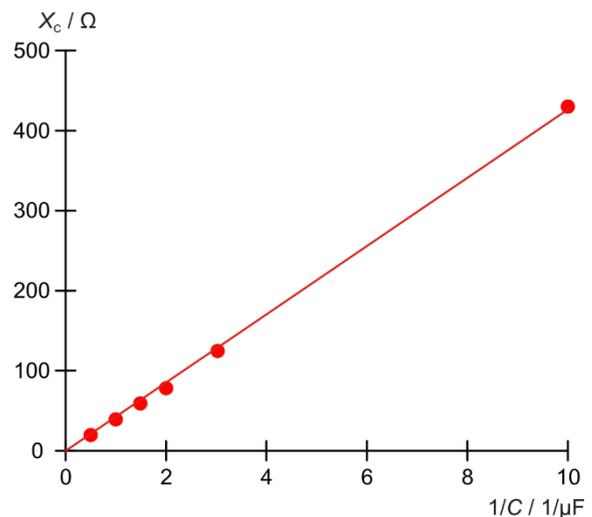
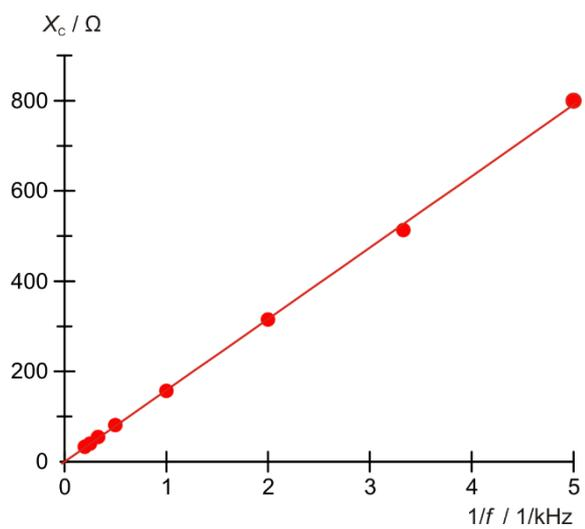

Fig. 4: Resistência capacitiva  $X_C$  como função do valor inverso da capacidade  $C$ .
Fig. 5: Resistência capacitiva  $X_c$  como função do valor inverso da frequência  $f$ .
- Aplicar as resistências capacitivas  $X_C$  contra os valores inversos da capacidade (Tab. 1, Fig. 4) e a frequência (Tab. 2, Fig. 5).